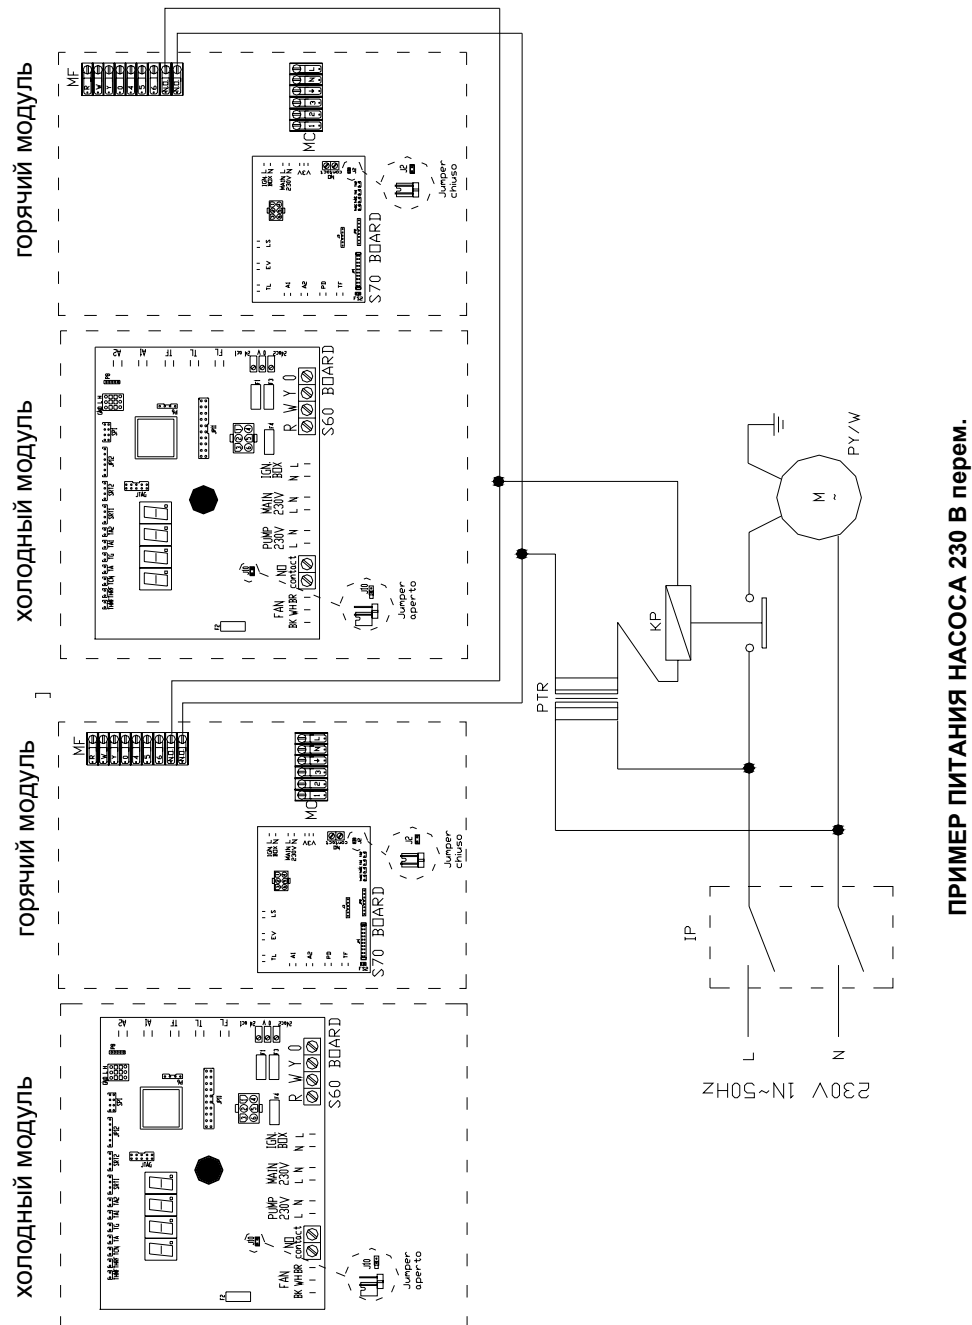

Рисунок 38 - Серия "AYF" (с 2 трубами): пример электрического соединения насос/аппараты с насосом 230 В перем., управляемым напрямую с аппаратов
- (пункт 5) "... открыть переключатель J10, разместив как показано в детали "переключатель открыт" на Рисунок 38 (сторона холодного модуля)".
Соединение для систем с 1 насосом 230 В перем. и 2 аппаратами "AYF/2" выполняется следующим образом (Рисунок 38):
Предусмотреть в наружном электрощите, подготовленном монтажником рядом с аппаратом, внешний двухполюсный выключатель ("IP") с соответствующей защитой, вторичный защитный трансформатор SELV ("PTR") и соответствующее контрольное реле ("KP"). См. Рисунок 38.
2. Подготовить кабель, подходящий для данного соединения (пример Рисунок 38).
3. Найти зажимы "NO/NO" на вертикальной зажимной коробке (MF) внутри электрощита горячих модулей и выполнить соединения как показано на Рисунок 38.
5. Найти переключку "J10" на электронной схеме "S60" (расположена внизу слева, над контактами "NO Contact") и установить ее как показано в детали "переключка открыта" на Рисунок 38.
В случае соединения между 1 насосом и несколькими аппаратами, необходимо всегда предусматривать вторичный защитный трансформатор SELV (деталь "PTR" на Рисунок 38) и соответствующее контрольное реле ("KP").